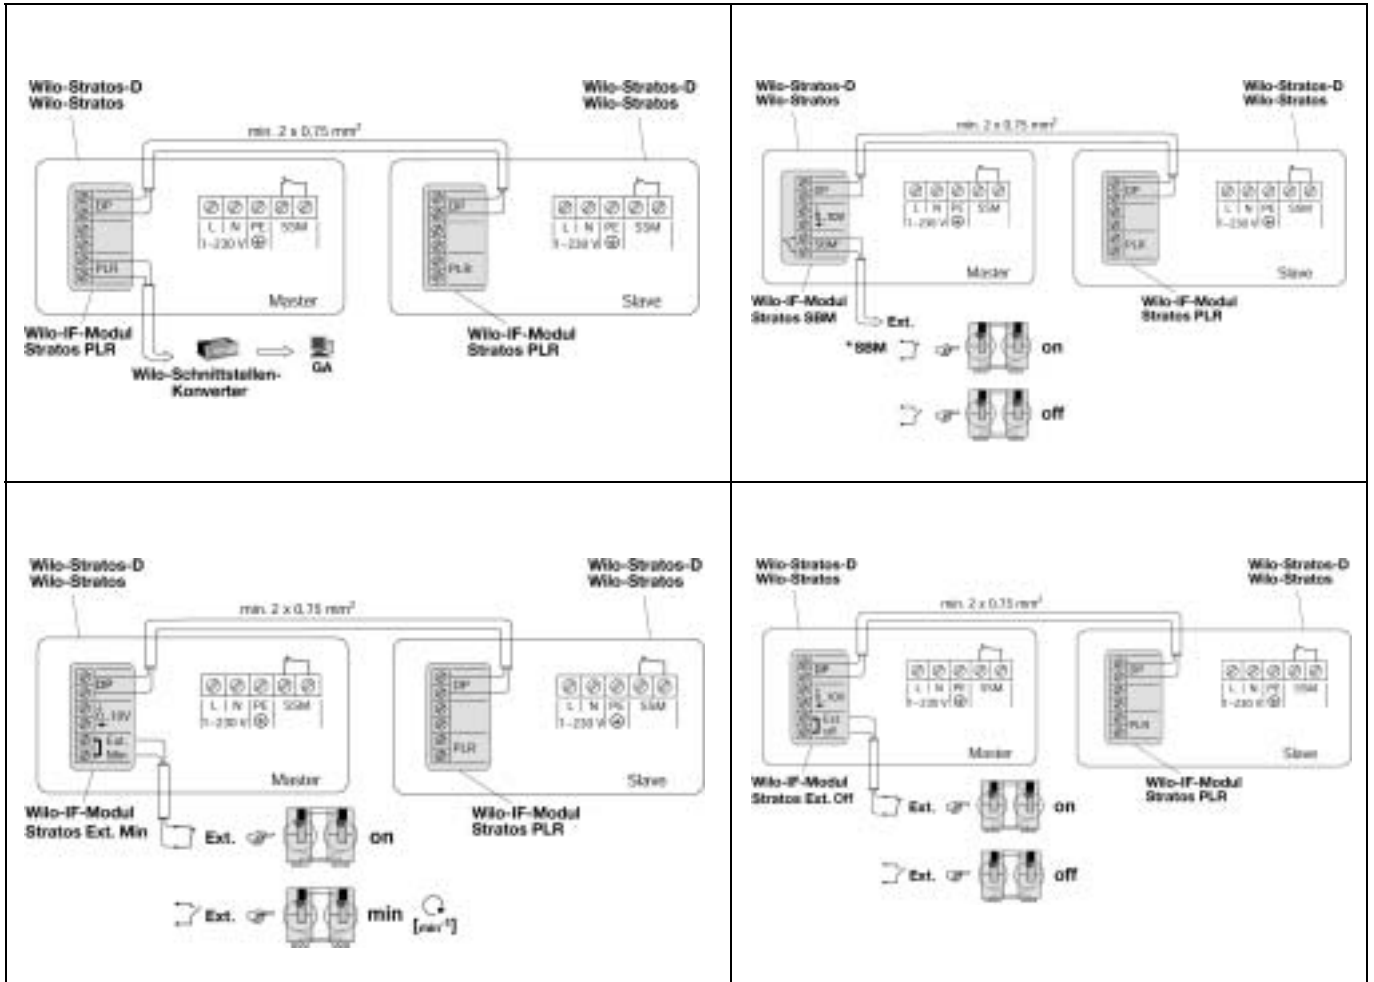

Fig. 7
- Lägg ut kommunikationskabeln: Se även Fig. 7: Uttagsbeläggning samt elektrisk anslutning
- Beläggning IF-Moduler: Se Fig 7